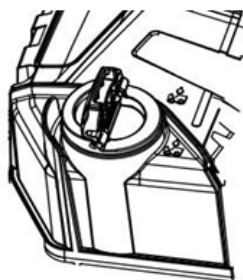

Fig 11
- Nunca utilize óleo usado ou recuperado para evitar avarias. Os problemas de lubrificação causados pelo uso de óleo inadequado anularão a garantia. (Fig. 11).